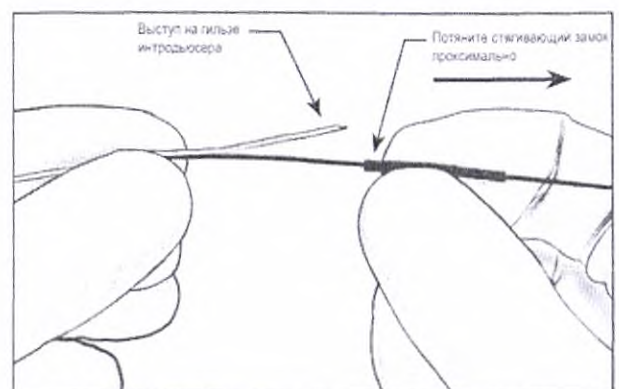

Рисунок 3 – Потяните стягивающий замок проксимально
15. Держите устройство дистально стягивающему замку и потяните стягивающий замок проксимально для получения доступа к выступу интродьюсера. См. рисунок 3.